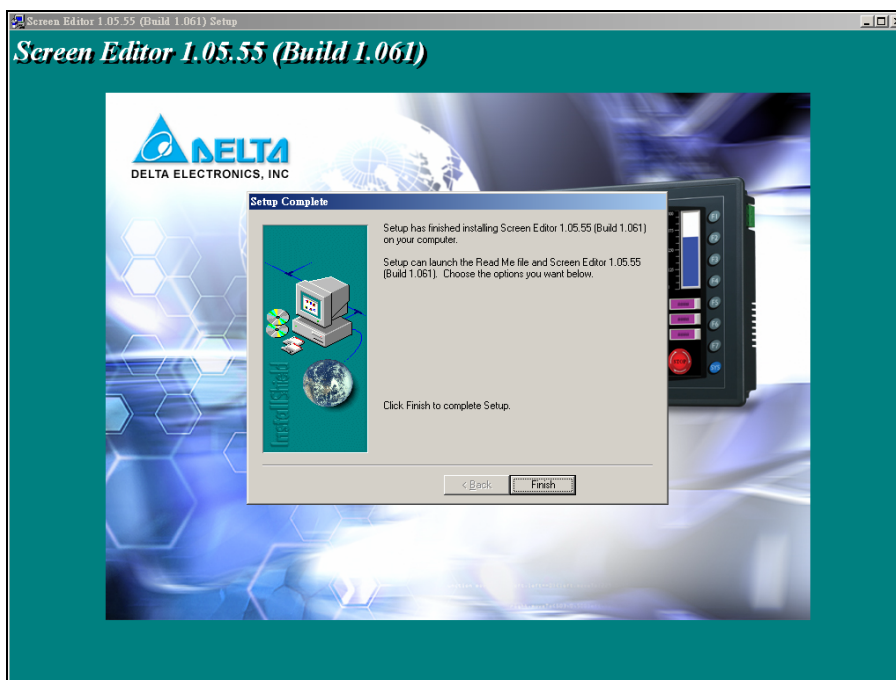

Рис. 2.1.6 Конец установки ScrEdit
5. Шаг 5: В этом окне отображается ход установки программы. (Рис. 2.1.5, Рис. 2.1.6)